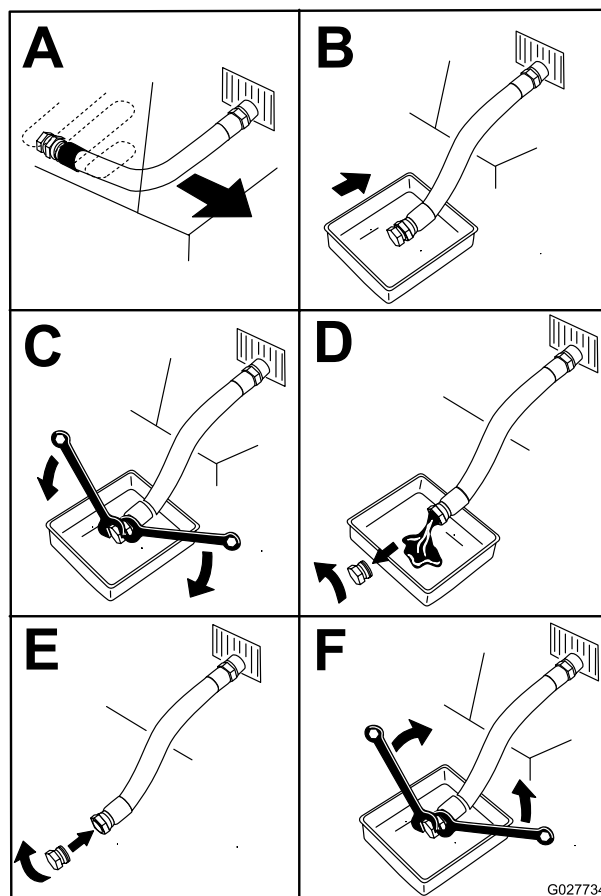

Figure 44
5. Vidangez l'huile moteur (Figure 44).